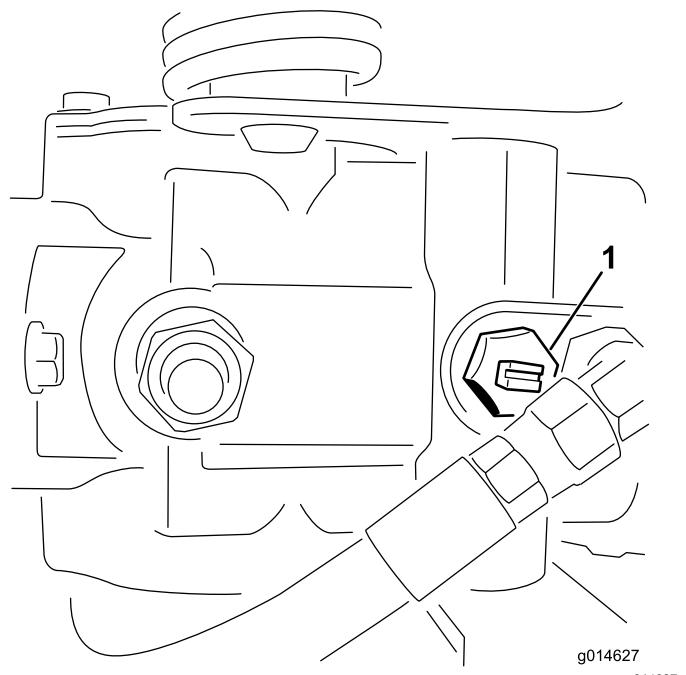

図 40
1. 油圧ポンプについているバイパスバルブ図 40 の溝が「縦」になるようにバルブを回転させる。
2. エンジンを始動する時には、必ずバイパスバルブ図 40 を閉じる溝が横向きになる。バルブを開けたままでエンジンを掛けないこと。